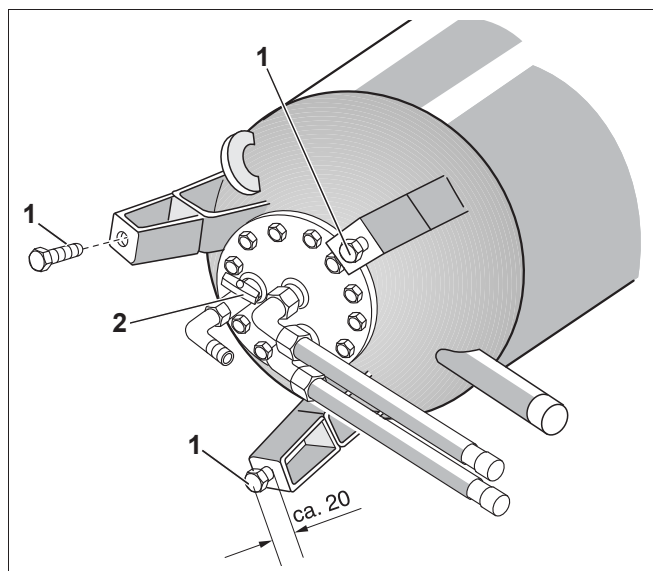

Рис. 3 Применение крепёжных болтов как опорных в ножках бака (схематичное изображение)
- ▶ Заверните крепёжные болты (рис. 3, [1]) в ножки бака так, чтобы они выступали примерно на 20 мм.
- ▶ Проверьте, закрыт ли сливной кран и по инструкции подтяните болты смотрового люка (рис. 3).